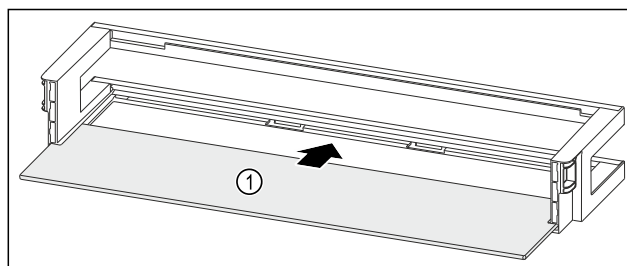

Fig. 92 Рафт на врата с рафт
- Вкарайте рафта Fig. 92 (1) в страничните прорези.